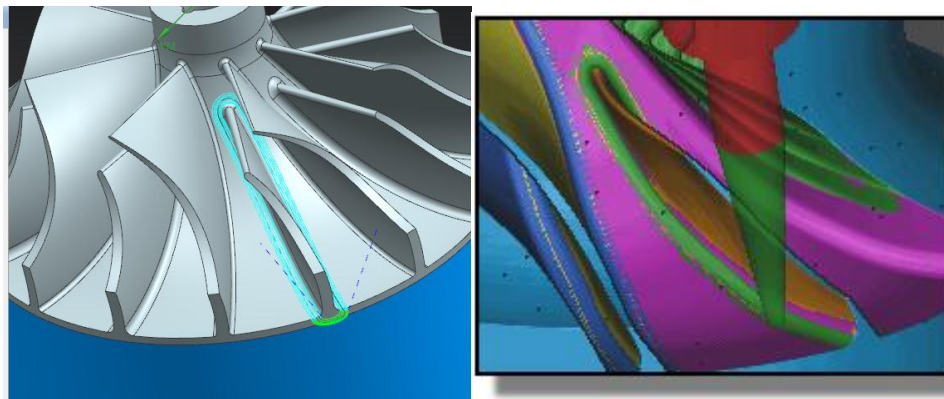

Рисунок 3.43 – Операция обработки скруглений
- **Чистовая обработка скруглений** . В качестве геометрии обработки здесь задаются скругления лопаток. Стоит отметить, что скругления являются геометрией, влияющей на пограничный слой потока, проходящего через колесо, и к ним предъявляются особые требования по качеству поверхности, с целью снижения потерь в пограничном слое. Поэтому в поле «Шаг» (**Чистовая обработка скруглений** ) рекомендуется выбрать «гребешок» и указать величину 0,01. Операцию чистовой обработки скруглений раскателей рекомендуется создать копированием операции чистовой обработки скруглений лопатки, изменив в последствии, обрабатываемую геометрию (рисунок 3.43).